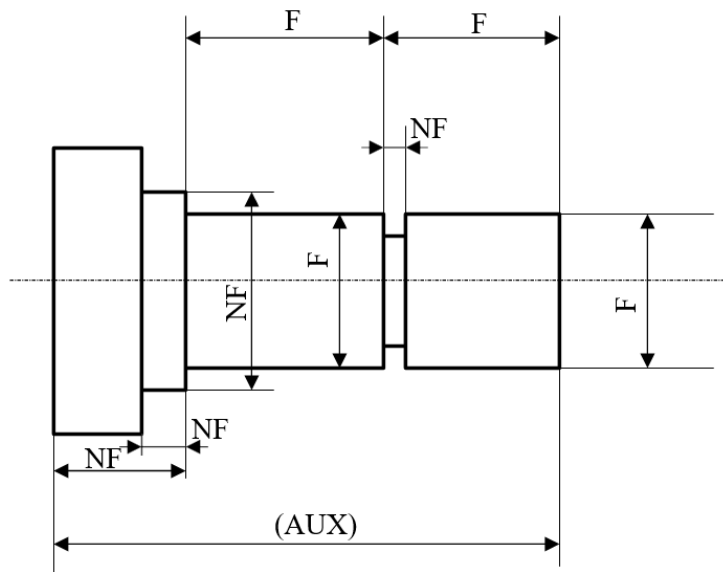

Fig.7
- După rolul lor în funcționarea piesei (Fig.7):